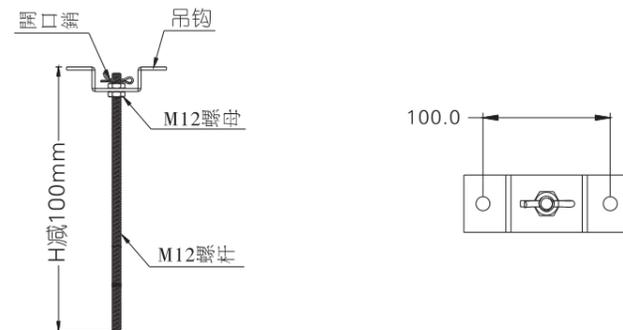

图3
2.银幕配套了安装架,用其中的吊钩、螺杆(M12)、螺母(M12)组成以下吊架装置,将螺杆(M12)长度裁至:H减100mm,H为上一步骤所测混凝土房顶的底面到天花板的底面高度距离。(例如:H为500mm,吊架长度为500mm减100mm=400mm),如图3所示。